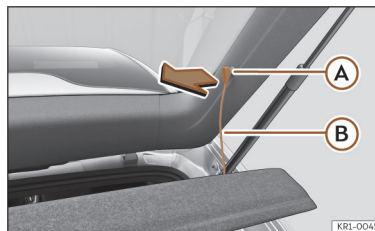

Abb. 165 Im Gepäckraum: Gepäckraumabdeckung aus- und einbauen.
- Hängen Sie die Haltebänder >>> (**Abb. 165**) (B) aus den Aufnahmen (A) aus.
- Hängen Sie die Haltebänder >>> (**Abb. 165**) (B) an der Heckklappe ein.